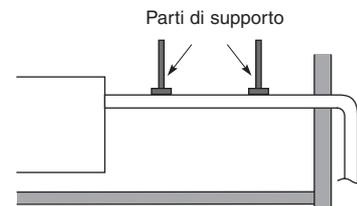

Fig. 3-68
- Non forzare gli attacchi dell'unità durante il collegamento della tubazione di scarico. Non lasciare che la tubazione penzoli senza sostegno dal suo punto di collegamento all'unità. Fissare il tubo a una parete, a una struttura, o a un altro supporto quanto più possibile vicino all'unità. (Fig. 3-68).